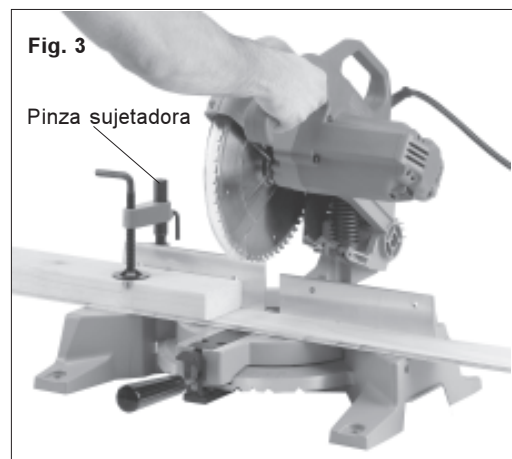

Fig. 3
2. Use la pinza sujetadora No. 49-52-0300: Asegure y sujete el material a la mesa usando la pinza sujetadora MILWAUKEE (Fig. 3). Esta pinza entra en el hueco que se localiza en la parte posterior del tope izquierdo.